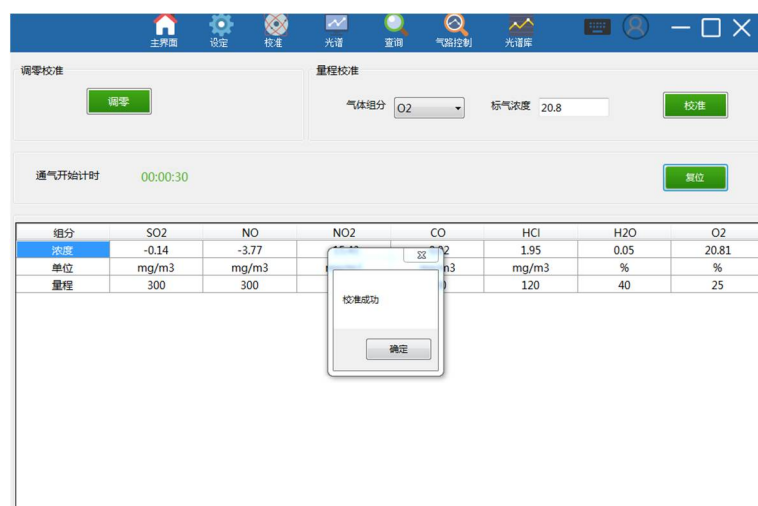

图 7.11 量程校准状态
- 步骤 5：等待 20s 左右，显示量程校准结果，如图 7.11 所示，点击“确认”即可完成量程校准。